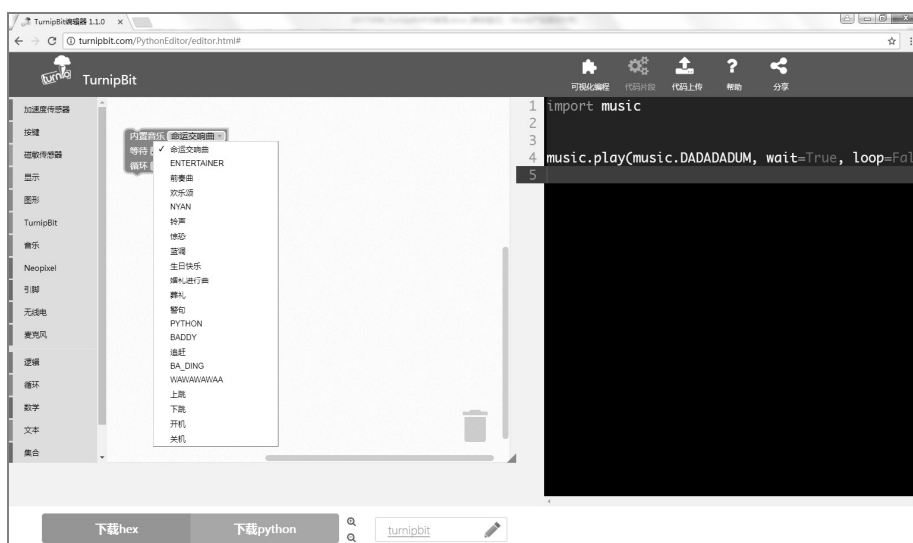

图 9-2 选择内置音乐
③ 点击“内置音乐”的下拉框，展开显示 TurnipBit 中所有内置的音乐曲目，如图 9-2 所示。